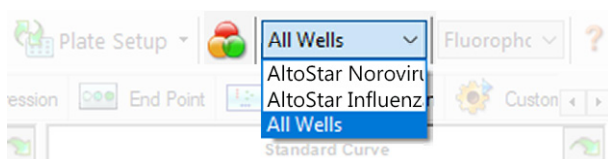

Figure 4: Bouton Well Group (Groupe de puits) et menu déroulant Well Group (Groupe de puits)
Dans la fenêtre Data Analysis (Analyse des données), veuillez à sélectionner le **Well Group** (Groupe de puits) du kit AltoStar® Norovirus RT-PCR Kit 1.5. Pour cela, cliquez sur le menu déroulant **Well Group** (Groupe de puits) à droite en regard du bouton **Well Group** (Groupe de puits) (voir la figure 4) sur la barre d'outils. N'utilisez pas le **Well Group** (Groupe de puits) *All Wells* (Tous les puits). La sélection de la figure 4 est utilisée comme vue d'exemple général.
1. Dans la fenêtre Data Analysis (Analyse des données), veillez à sélectionner le **Well Group** (Groupe de puits) du kit AltoStar® Norovirus RT-PCR Kit 1.5. Pour cela, cliquez sur le menu déroulant **Well Group** (Groupe de puits) à droite en regard du bouton **Well Group** (Groupe de puits) (voir la figure 4) sur la barre d'outils.